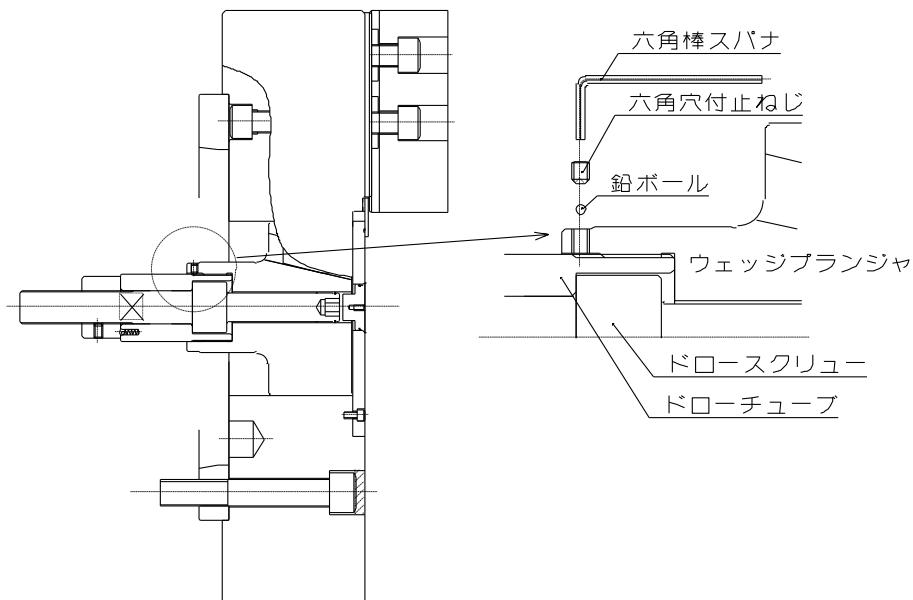

図 21
- チャックのドローチューブは、荷造りの都合で別にしてあります。ウェッジプランジャにねじ込む際は、ドローチューブの二面幅にスパナを使ってしっかりと締付け、付属の鉛ボールと六角穴付止ねじで図 21 の様に緩み止めをして下さい。